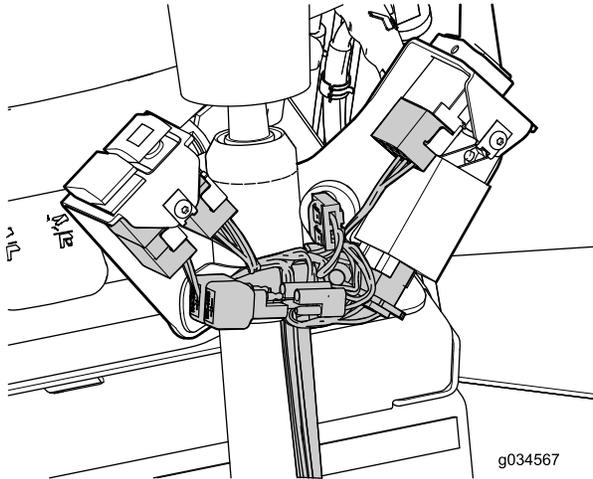

Bild 22
9. Stecken Sie die Anschlüsse in die Anschlüsse des Blinkermoduls, der Hupe, des Blinker- und Warnblinkanlagenschalters (Bild 22).